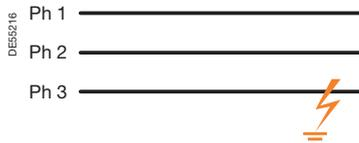

Fig. 20. Cortocircuito de fase a tierra (el 80% de los casos).
- **Cortocircuito de fase a tierra:** fallo entre la fase y la tierra. Este tipo es el más frecuente (fig. 20).